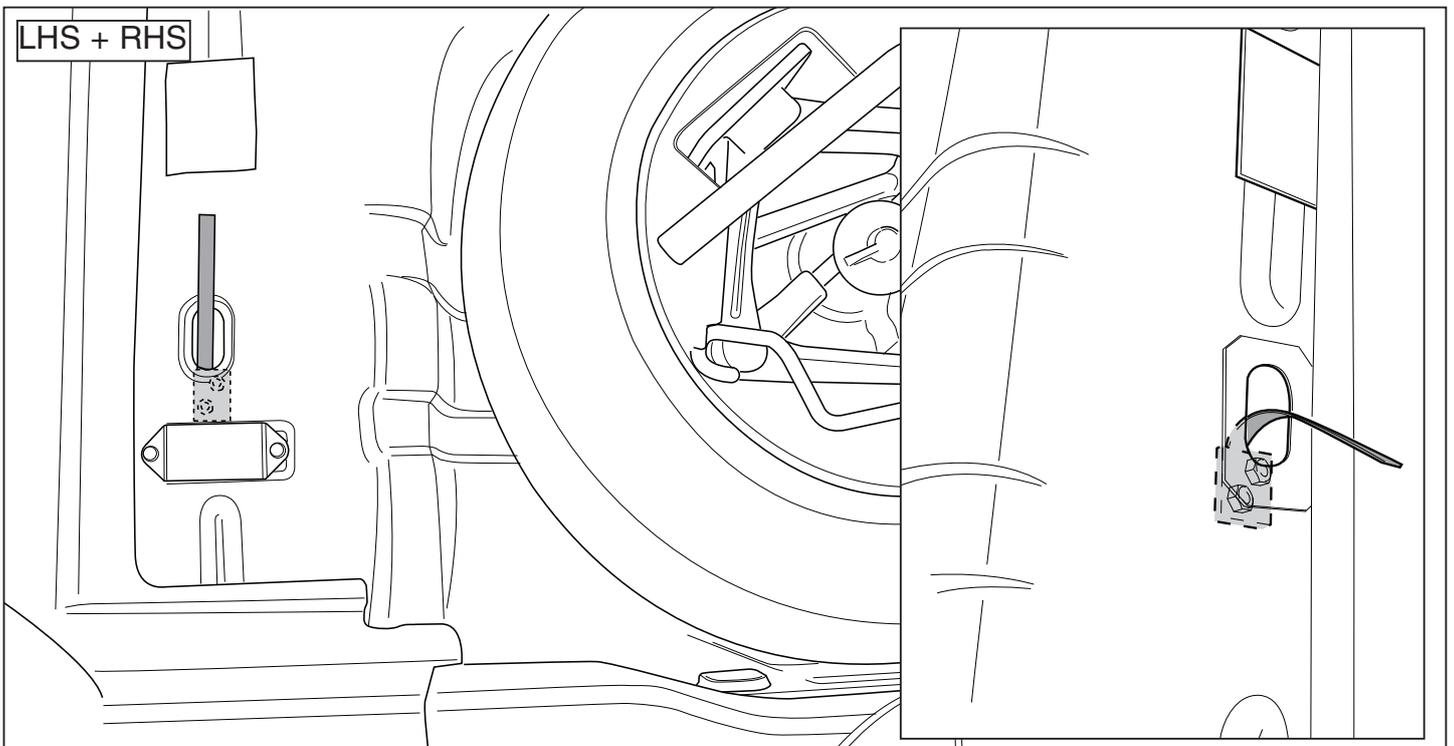

Fig.4
5. Position the backplates as shown in figure 4.
5. Die Gegenplatten gemäß Abbildung 4 befestigen.
5. Positionner les contreplaques conformément à la figure 4.